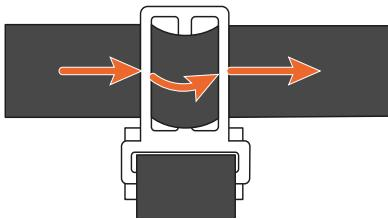

Figure 10 - Assemblage de la sangle et des boucles.
- 11.** Prenez la boucle avec les trois ouvertures. Passez la sangle de 150 cm de long dans la boucle comme indiqué sur la figure 10.